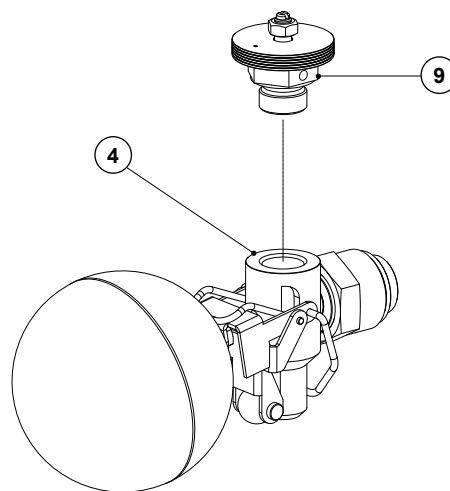

Abb. 7
1. Lösen Sie die Schrauben (10) nach und nach kreuzweise und trennen Sie den Deckel (2) vom Gehäuse (1).
2. Die Gehäusedichtung (3) entfernen und die Oberflächen gründlich reinigen, so dass keine Graphitreste zurückbleiben.
3. Schrauben Sie die Sitzmutter (4A) ab, entfernen Sie die Dichtung (5) und den Mechanismus (4, 6, 7, 8, 9).
5. Wenn nur der automatische Entlüfter (9) ausgetauscht werden muss, befestigen Sie den Sitz (4) fest in einem Schraubstock mit weichen Backen (sichern Sie ihn am Sitzkörper und nicht an der Sitzmutter) und schrauben Sie den automatischen Entlüfter (9) ab - siehe Abb. 7.
7. Ein geeignetes Silikondichtmittel auf das Gewinde des neuen automatischen Entlüfters (9) auftragen und mit dem empfohlenen Drehmoment anziehen - siehe Abschnitt 9.6 - Anzugsdrehmomente.
8. Ersetzen Sie die Dichtung (5), falls erforderlich, und schrauben Sie die Sitzmutter (4A) lose auf das Gehäuse (1).